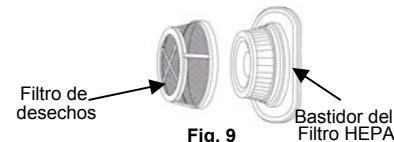

Fig. 9
4. Separe el filtro de desechos del filtro HEPA agarrando el filtro de desechos con una mano y el cuerpo del filtro con la otra y separándolos. (Fig. 9)